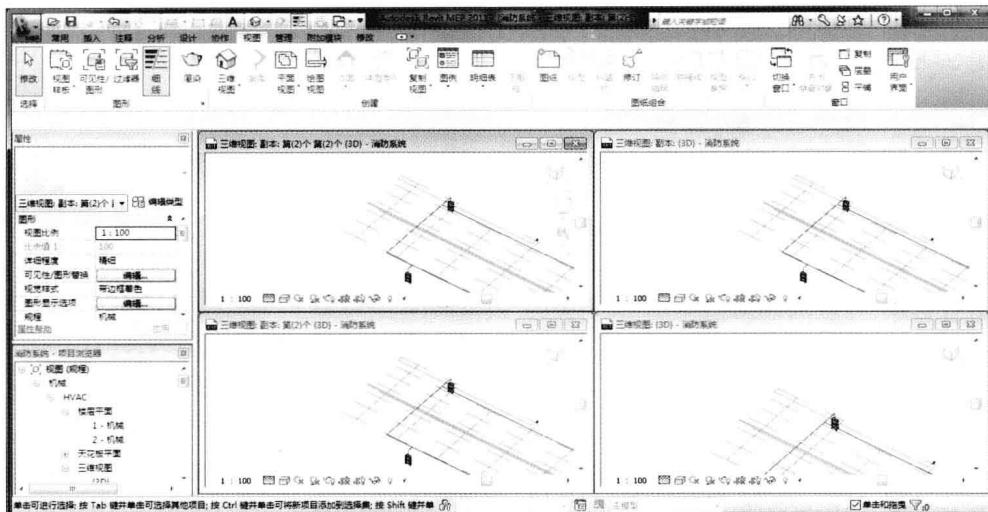

图 3-12
(5) 平铺：单击命令当前打开的所有窗口平铺在绘图区域（如图 3-12 所示）。